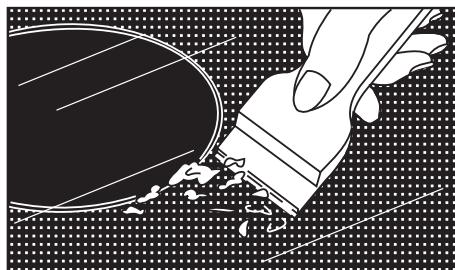

Рис. 29
- Если случайно изделие из алюминиевой фольги или пластмассы расплывится на поверхности стеклокерамического стола или к нему прикипит сахар – их следует немедленно удалить с помощью скребка, входящего в комплект плиты (рис.29).